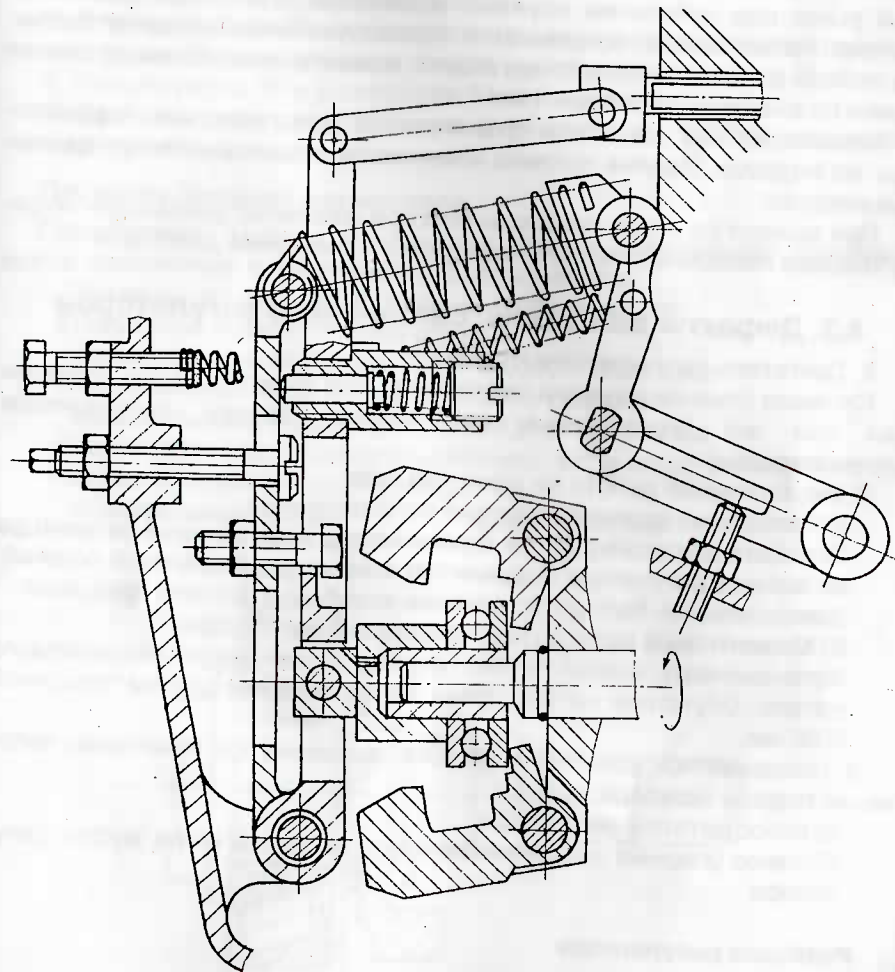

рис. 4.8
3. Основные нагрузочные режимы (рис. 4.8)